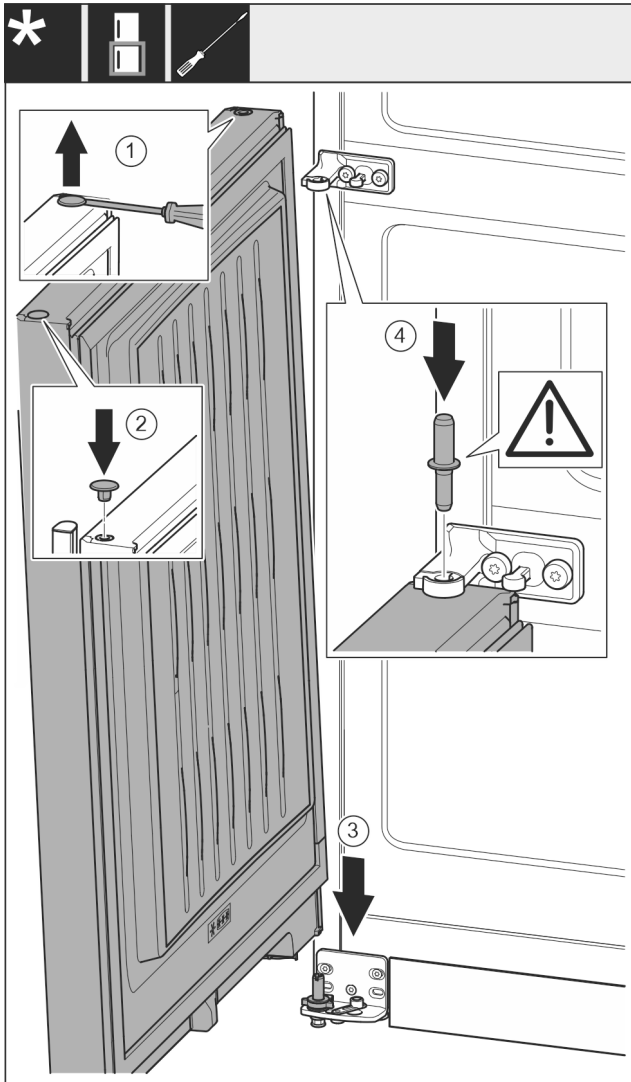

Fig. 17
- ▶ Осторожно приподнимите шлицевой отверткой заглушку и извлеките ее. Fig. 17 (1)
- ▶ Снова вставьте заглушку с другой стороны. Fig. 17 (2)
- ▶ Установите дверь сверху на нижний опорный палец. Fig. 17 (3)
- ▶ Вставьте середину опорного пальца через средний опорный кронштейн в нижнюю дверь. При этом следите за тем, чтобы выступ фиксатора был направлен назад. Fig. 17 (4)